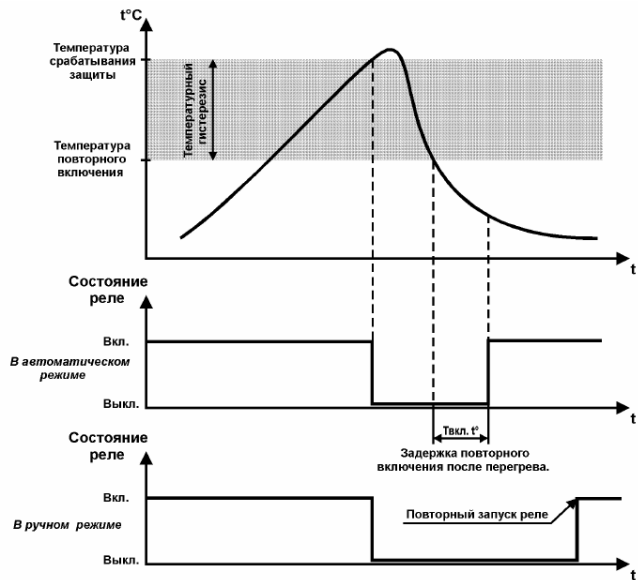

Рис. 4. Работа канала контроля температуры объекта
Контролируемое при работе текущее сопротивление термодатчика, пропорциональное температуре объекта, сравнивается микроконтроллером с заданными при калибровке канала граничными значениями: сопротивлением датчика в точке срабатывания термозащиты и сопротивлением датчика в точке ее отпускания. В зависимости от результатов сравнения формируется алгоритм дальнейшей работы прибора, графически представленный на рис. 4.
4.2.2 При необходимости изменения значения **времени задержки включения реле после перегрева** $T_{\text{вкл.т}}$ (см. рис. 4) установите на коммутаторе ХР1 переключку в положение «2».